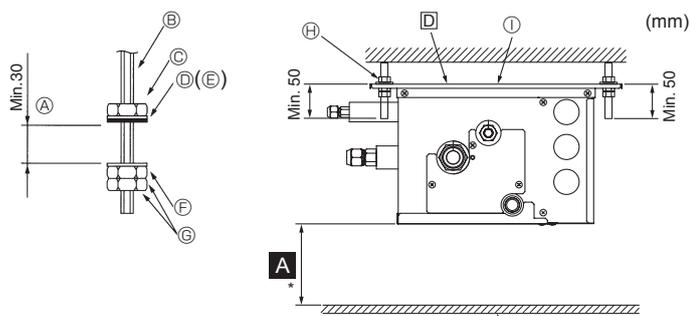

Fig. 6-1
- (2) Breng de ringen en moeren (①, ②, lokaal aan te schaffen) aan op de ophangbouten. (Fig. 6-1)
- (3) Hang de unit op de ophangbouten.
- (4) Draai de moeren volledig aan (controleer de hoogte ten opzichte van het plafond).
- (5) Stel de unit horizontaal af met een waterpas.
- Ⓓ Ring (met kussen) ①
- Ⓕ Ring (zonder kussen) ②